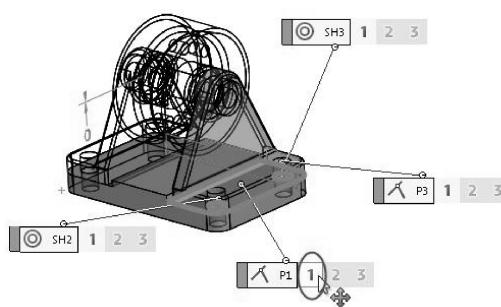

图 5-66 显示 axle\_support-2 零部件的主要约束
- 在【零部件】表中选择 axle\_support-2 零部件，图形区即显示该零件的全部约束 (P1、P2)。单击 P1 约束【1】，如图 5-66 所示。